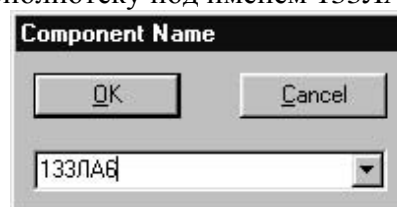

Рис. 4.2.9.
9. Выполнить команды **Component/Save** и, нажав на кнопку ОК, записать созданный библиотечный элемент в библиотеку под именем 133ЛА6 (рис.4.2.9).